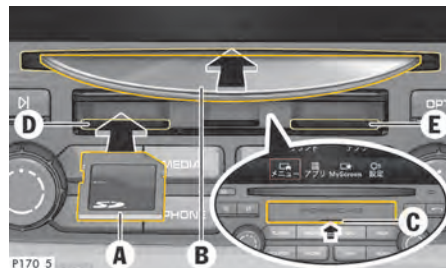

図 185: CD/DVD または SD カードのロード
1. 指の爪でスロット **C** ( 図 . 185 ) のカバーを上方に開けてください。